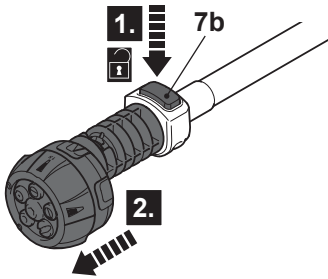

Fig. 5
1. Pressione o botão de desbloqueio (7b) (Fig. 5, etapa 1) e remova o bico (etapa 2).